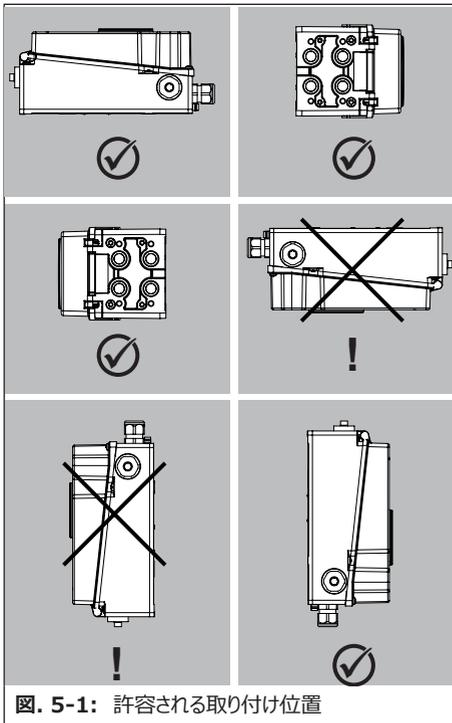

図. 5-1: 許容される取り付け位置
- 取付可能な位置については、図. 5-1 を参照してください。